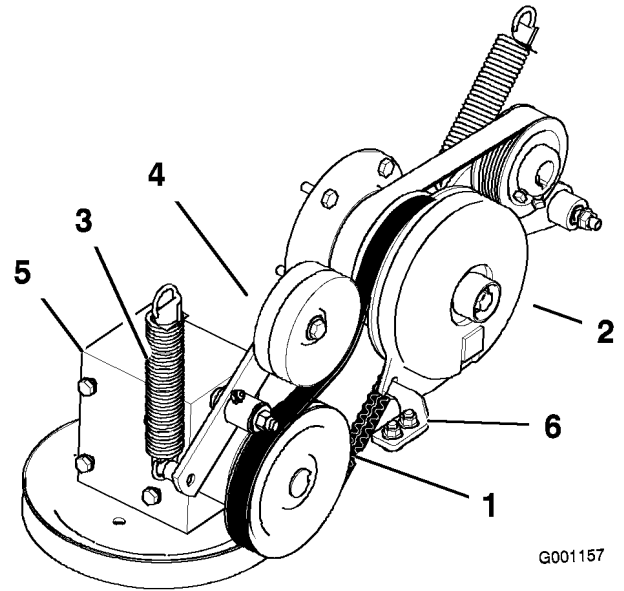

Figura 59
4. Togliete la molla dal braccio di rinvio (Figura 59).
7. Montate la cinghia di trasmissione della PDF attorno alla puleggia della frizione ed alla puleggia degli ingranaggi (Figura 59).
9. Montate la molla sul braccio di rinvio (Figura 59).